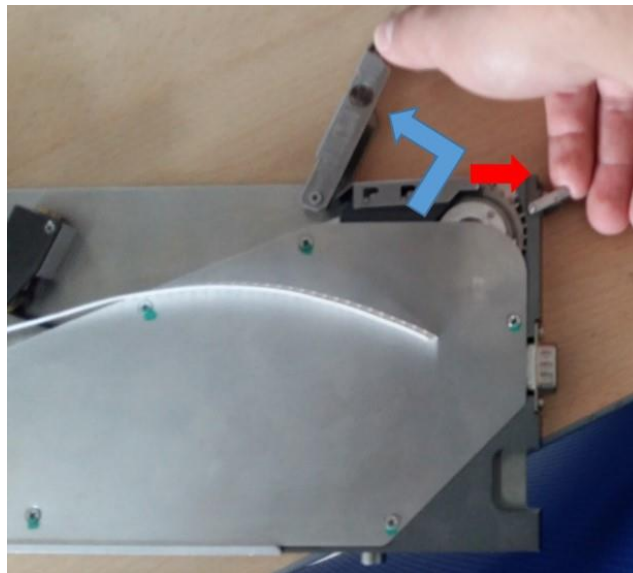

Figura 25. Seguro de prendedor y prendedor de ajuste.
- c. Mueva el seguro de prendedor como se señala con la flecha roja y levante el prendedor como se señala con la flecha azul que ajusta los componentes como se visualiza en la figura 25.